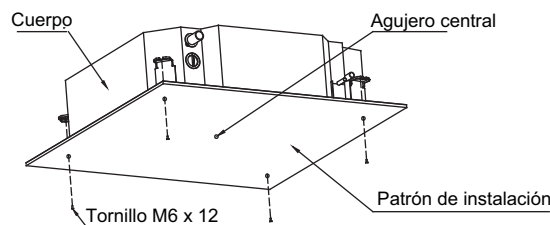

Fig.1-6
- 2 Después de instalar el cuerpo, sujete el patrón de papel para la instalación al cuerpo del equipo con pernos (M6X12) para determinar de antemano los tamaños y posiciones del agujero a realizar en el techo (ver Fig. 1-6).